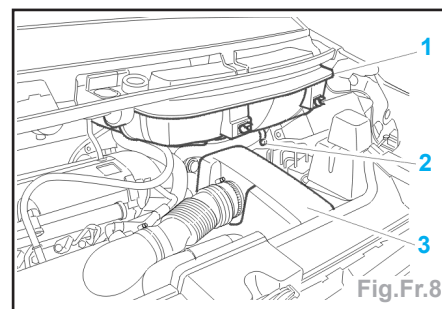

Fig.Fr.8
- le filtre à pollen (1) et son support (Fig.Fr.8),
- le filtre à air et son raccord de sortie (3),
- la patte de fixation des faisceaux (2),